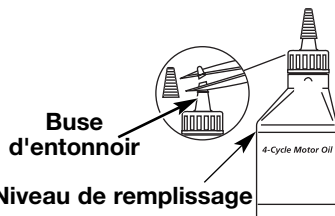

Fig. 9
**REMARQUE :** conservez la bouteille pour mesurer correctement la quantité nécessaire d'huile plus tard (Fig. 9). Voir *Changement d'huile*.